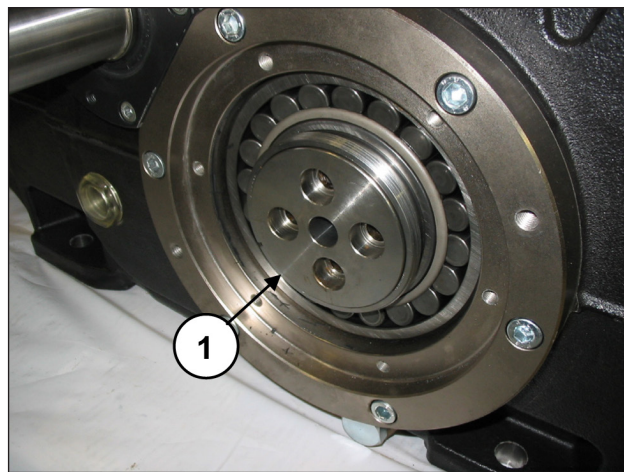

Fig. 14
Le flangie bloccaggio bussola devono essere lasciate in sede (pos. ①, Fig. 14).